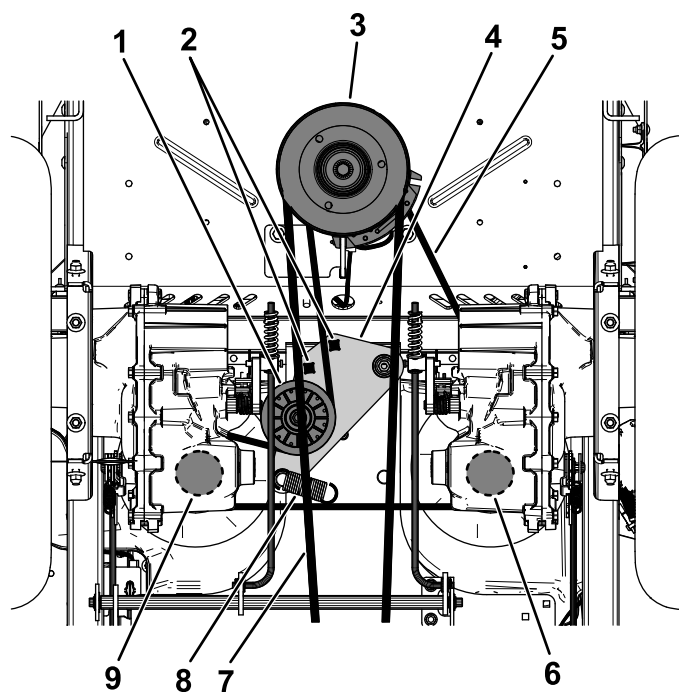

Figura 68
5. Utilice una llave de carraca de ½" o similar en uno de los orificios cuadrados del brazo tensor para aliviar la tensión del muelle tensor (Figura 68).
6. Retire la correa existente de la polea tensora, de las 2 poleas de transmisión de la bomba hidráulica y de la polea del motor (Figura 68).
7. Instale la correa nueva alrededor de la polea tensora, la polea del motor y de las 2 poleas de la bomba hidráulica (Figura 68).